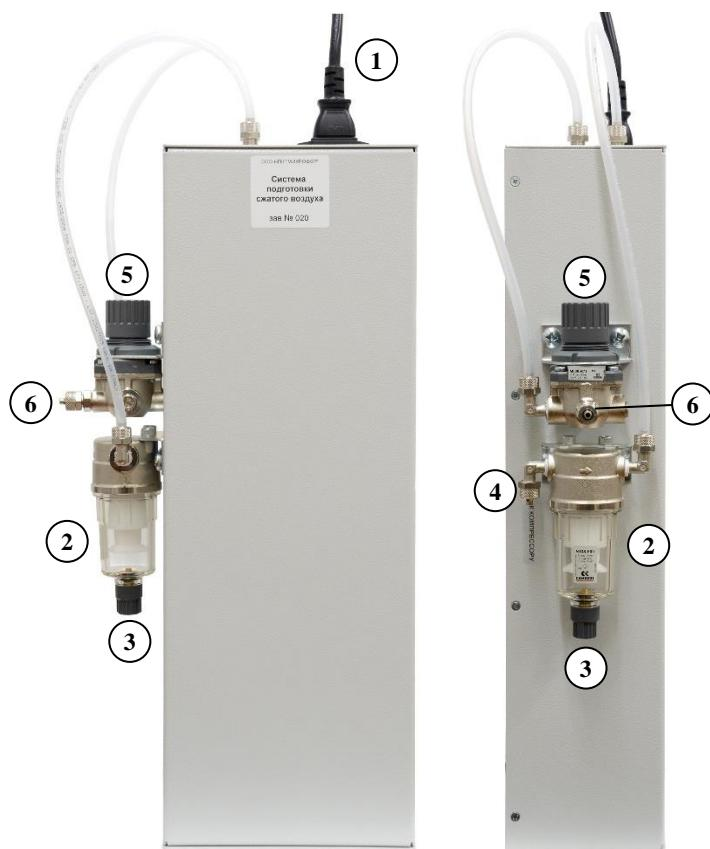

Рисунок 26 – Блок подготовки сжатого воздуха:
1.4. Блок подготовки сжатого воздуха (Рисунок 26) содержит конденсатоотводчик, систему осушки с холодной регенерацией, встроенный выходной фильтр и редуктор.
- 2.4. Трубка для подключения компрессора имеет на одной стороне быстроразъемное соединение для подключения компрессора. Подключите её концом без штуцера к входному штуцеру конденсатоотводчика блока подготовки сжатого воздуха (2 и 4 на Рисунок 26), используя гаечный ключ на 12.
- 2.5. Трубкой без разъемов подключите выход блока подготовки сжатого воздуха (6 на Рисунок 26) к штуцеру «ВХОД ГАЗА» генератора (см. Рисунок 2), используя гаечный ключ на 12.
- 2.7. Подключите шнур питания к блоку подготовки сжатого воздуха (1 на Рисунок 26) и к розетке, имеющей клеммы заземления.
- 3.5. При заполнении конденсатоотводчиков блока подготовки сжатого воздуха (2 на Рисунок 26) или компрессора (при наличии у него конденсатоотводчика) до уровня 50% требуется провести сброс конденсата из них следующим образом.
- 3) подставить под конденсатоотводчиком (2 на Рисунок 26) ёмкость;
- 4) повернуть вентиль сброса конденсата (3 на Рисунок 26) до упора;